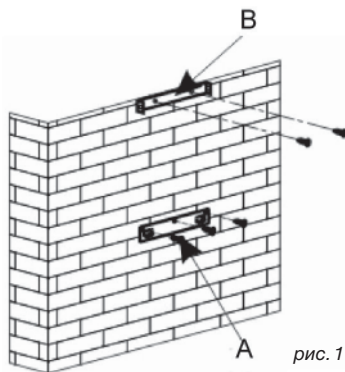

рис. 1
(рис. 1).
- С помощью крепления для подвешивания купола отметьте на стене 3 отверстия, которые необходимо просверлить, рассчитав и отмерив соответствующее расстояние (см. А рис. 1).
- Прикрутите крепление для подвешивания купола и убедитесь, что оно расположено правильно (см. А рис. 1).
- Просчитайте конечную высоту и установите скобу U-образной формы для крепления короба (см. В рис. 1).
- Просверлите 2 отверстия диаметром 8 мм и присоедините соединительный фланец воздуховода. Следите, чтобы он находился точно на оси купола (см. В рис. 1)